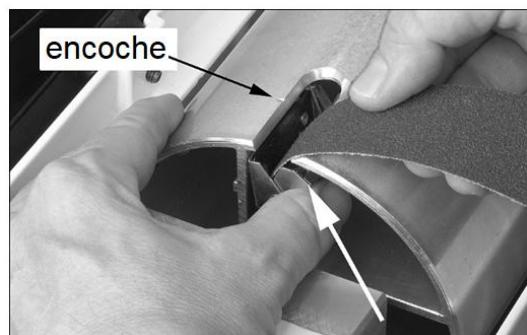

Figure 6-4
- Appuyez le levier de fixation (Figure 6-4) sur l'extrémité extérieure (gauche) du cylindre et insérez l'extrémité biseautée de l'abrasif à travers la fente, afin que la largeur de la bande corresponde à l'encoche de référence, comme illustré. Cela garantira la bonne longueur de bande à fixer à l'extrémité opposée du cylindre. Alignez le bord biseauté de la bande abrasive sur le bord gauche du cylindre.